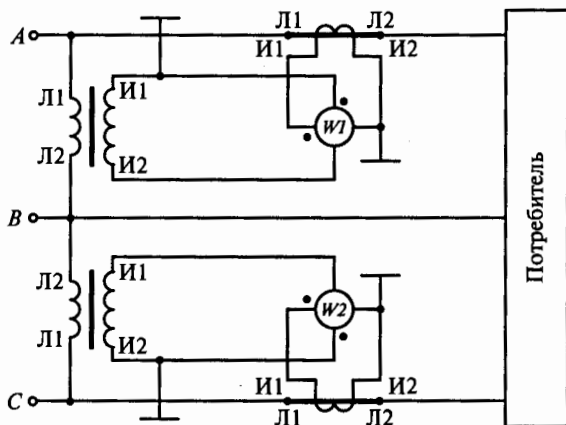

Рис. 180
**6.54.Р.** Для измерения мощности потребителя трехфазного тока используются два ваттметра, включенные по схеме, показанной на рис. 180. Коэффициенты трансформации трансформаторов напря-